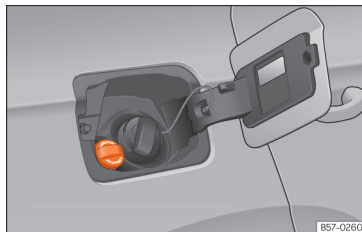

Fig. 188 Tampa do bocal de enchimento do reservatório do AdBlue®.
- Abrir a tampa do depósito »» Fig. 188.
- Gire o tampão de fecho do bocal de enchimento de SCR para a esquerda »» Fig. 188.